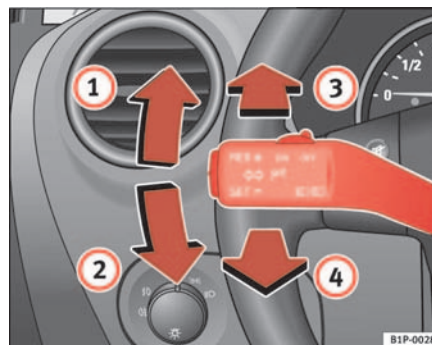

Abb. 77 Blinker und Fernlichthebel
- Drücken Sie den Hebel bis zum Anschlag nach oben ⇒ Seite 118, Abb. 77 ①, um **rechts** zu blinken, bzw. nach unten ②, um **links** zu blinken.
- Drücken Sie den Hebel nach vorne ⇒ Seite 118, Abb. 77 ③, um das Fernlicht einzuschalten.